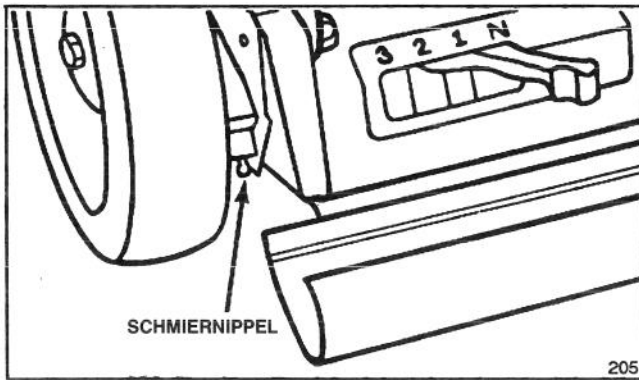

Abbildung 28
1. Stellen Sie die Schnitthöheneinstellung am Hinterrad auf 2" (51 mm) ein. Schmiernippel mit sauberem Tuch abwischen. (Abb. 28) Schmierpistole aufsetzen und zwei- bis dreimal leicht pumpen. Empfohlenes Schmiermittel: #2 Mehrzweckschmiermittel auf Lithiumbasis.